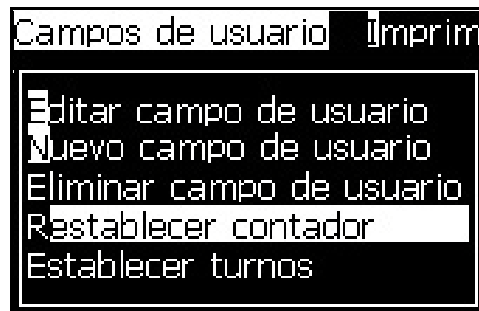

Figura 5-30. Seleccione *Reset Counter (Restablecer contador)*
- 2 Seleccione la opción *Reset Counter (Restablecer contador)* (consulte Figura 5-30).